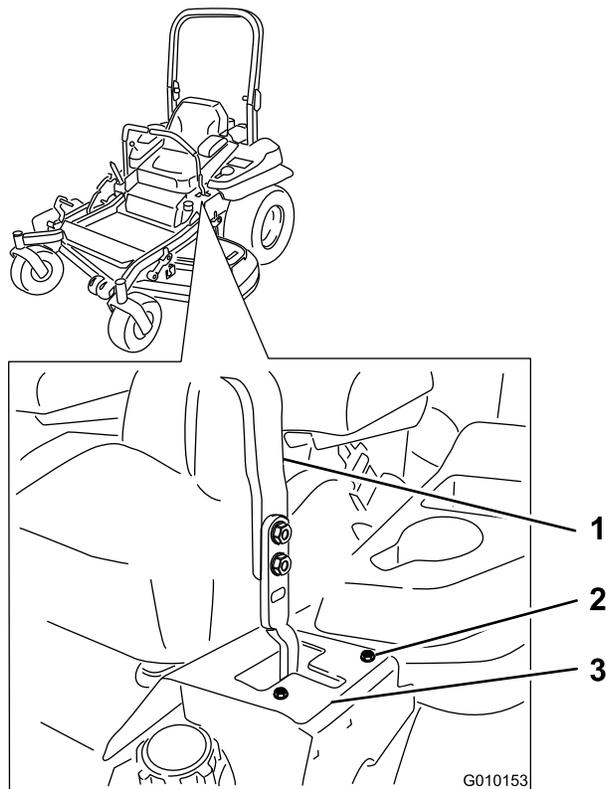

Figura 52
- Si se desvía hacia la izquierda, afloje los pernos y ajuste la chapa del tope derecho hacia atrás en la ranura en T de la derecha hasta que la máquina avance en línea recta (Figura 52).
- Apriete la chapa del tope (Figura 52).
- Si se desvía hacia la derecha, afloje los pernos y ajuste la chapa del tope izquierdo hacia atrás en la ranura en T de la izquierda hasta que la máquina avance en línea recta (Figura 52).